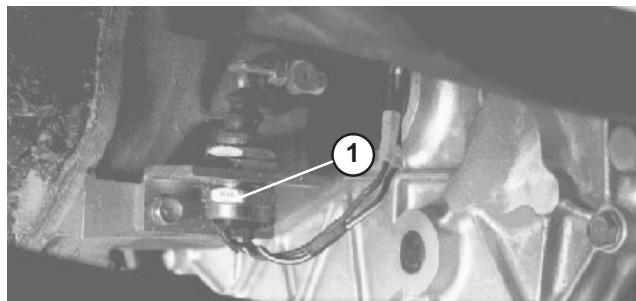

Figure 59
7. Contrôlez de nouveau le réglage du contacteur de sécurité de l'embrayage (Fig. 59). Le démarreur ne doit pas s'engager si la pédale d'embrayage ne se trouve pas à $3,2 \text{ cm} \pm 3 \text{ mm}$ du plancher. Si un réglage est nécessaire, desserrez les écrous de blocage du contacteur et réglez en haut ou en bas.